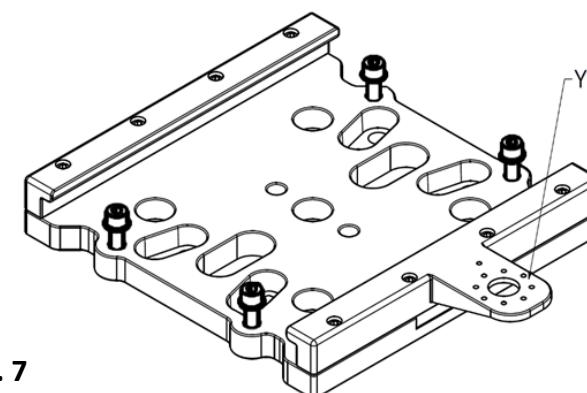

FIG. 7
3. (FOR HBLIACCM MODELS ONLY) Attach the (customer supplied) electrical box on to "Y" on the mounting bracket (Fig. 7) using (2) supplied #8-32 screws. Torque to 9-12 lbs.in.
- 3. (POUR MODÈLES HBLIACCM SEULEMENT) Fixer la boîte électrique (fournie par le client) sur le "Y" du support de montage (Fig. 7) avec les (2) vis n° 8-32 incluses. Serrer à un couple de 9-12 lb.po. Câbler la prise (fournie par le client) selon les directives de montage livrées avec cette dernière.
3. (SÓLO PARA MODELOS HBLIACCM) Sujete la caja eléctrica (Suministrada por el cliente) sobre la "Y" del soporte de montaje (Fig 7), usando los (2) tornillos #8-32 suministrados. Aplica par torsional de 9 a 12 lbs-pulg. Conecte el receptáculo (suministrado por el cliente) de acuerdo a las instrucciones de instalación suministradas.